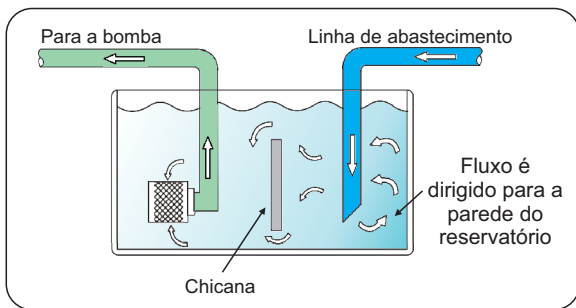

Figura 3
5.25 O ponto de captação de água para a bomba deve ficar o mais afastado possível da tubulação de abastecimento do reservatório, evitando assim, a sucção de bolhas de ar. Não havendo essa possibilidade, pode-se instalar chicanas no reservatório (ver figura 3).
Perde a escorva após a partida	• Entrada de ar pela tubulação de sucção • Bomba succionando bolhas de ar devido à linha de abastecimento do reservatório estar próxima ao ponto de captação para a bomba. Ver item 5.25 deste manual (figura 3).